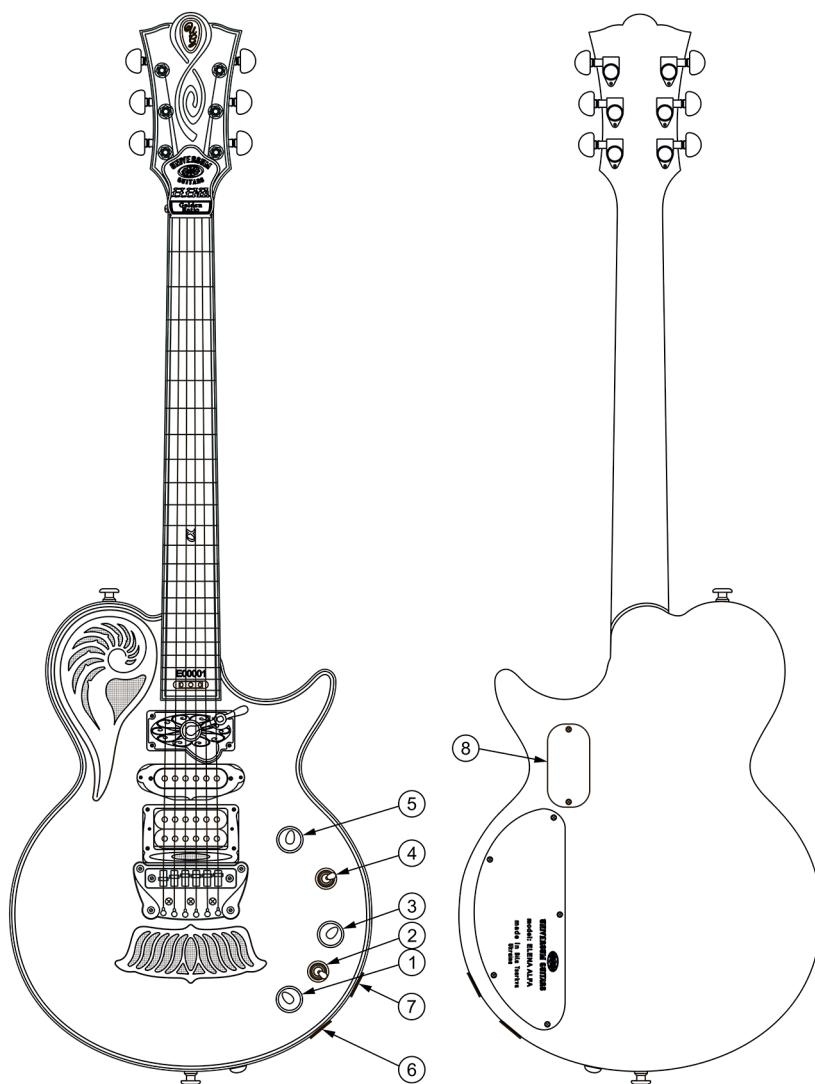

Fig. 17
Le système dispose de deux modes – acoustique (lecteur de microphone) et combiné (lecteur de microphone et électromagnétiques). La commutation des modes s'effectue par un commutateur-mélangeur à trois positions (Fig. 17 position 2).
- commutateur branchement-débranchement du système (Fig. 17 position 3);
Le son de la guitare avec le fonctionnement du système de surveillance autonome peut varier légèrement lors de la commutation du sélecteur à trois positions, passer combinaison de commutation lecteur électromagnétique (fig17 position 4).
- Prises de sortie - acoustique (Fig. 17 position 7) et électromagnétique (Fig. 17 position 6).
- Batteries - 2 pièces. (Fig. 17 position 8).
- 1) Le bras du potentiomètre de réglage du volume du lecteur de microphone (Fig. 17 position 1). Il règle le volume du lecteur de microphone en mode acoustique (lecteur acoustique) et combiné (lecteurs de microphone et électromagnétiques).
- 2) Bras du commutateur-mélangeur à trois positions (Fig. 17 position 2):
- 3) Le bras du potentiomètre de réglage de tonalité avec un commutateur à deux directions de type «Push-Pull» (Fig. 17 position 3):
- 4) Bras du commutateur-sélecteur à trois positions (Fig. 17 position 4): inverse la combinaison de commutation des lecteurs électromagnétiques.
- 5) Bras du potentiomètre de réglage du volume de la guitare électrique (Fig. 17 position 5) en mode électromagnétique du fonctionnement (lecteurs électromagnétiques).